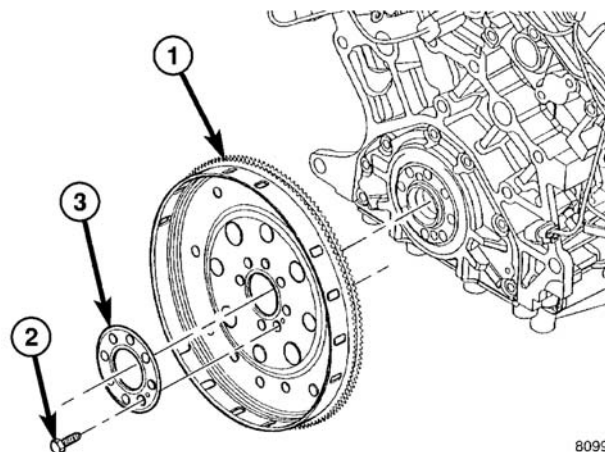

图 70 弹性板
- (1) 拆卸变速桥。（请参阅第 21 单元-变速箱/变速桥/自动/41TE-拆卸）
- (2) 拆卸弹性板固定螺栓。
- (3) 拆卸弹性板（图 70）。
- (1) 将弹性板与背板一起置于曲轴上（图 70）。
- (2) 将 Mopar®LOCK 和密封粘接剂涂敷到弹性板螺栓上。
（3）安装弹性板螺栓（图 70）。紧固螺栓至 95N·m（70ft.lbs.）。